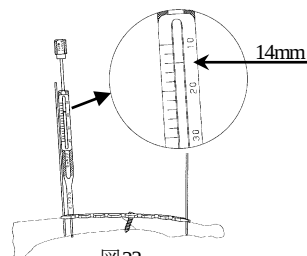

図23
- 12) 鎖骨ロッキングプレート用デプスゲージの先端フックを対側皮質に引っ掛け、スケールを読み取ります。(図23)